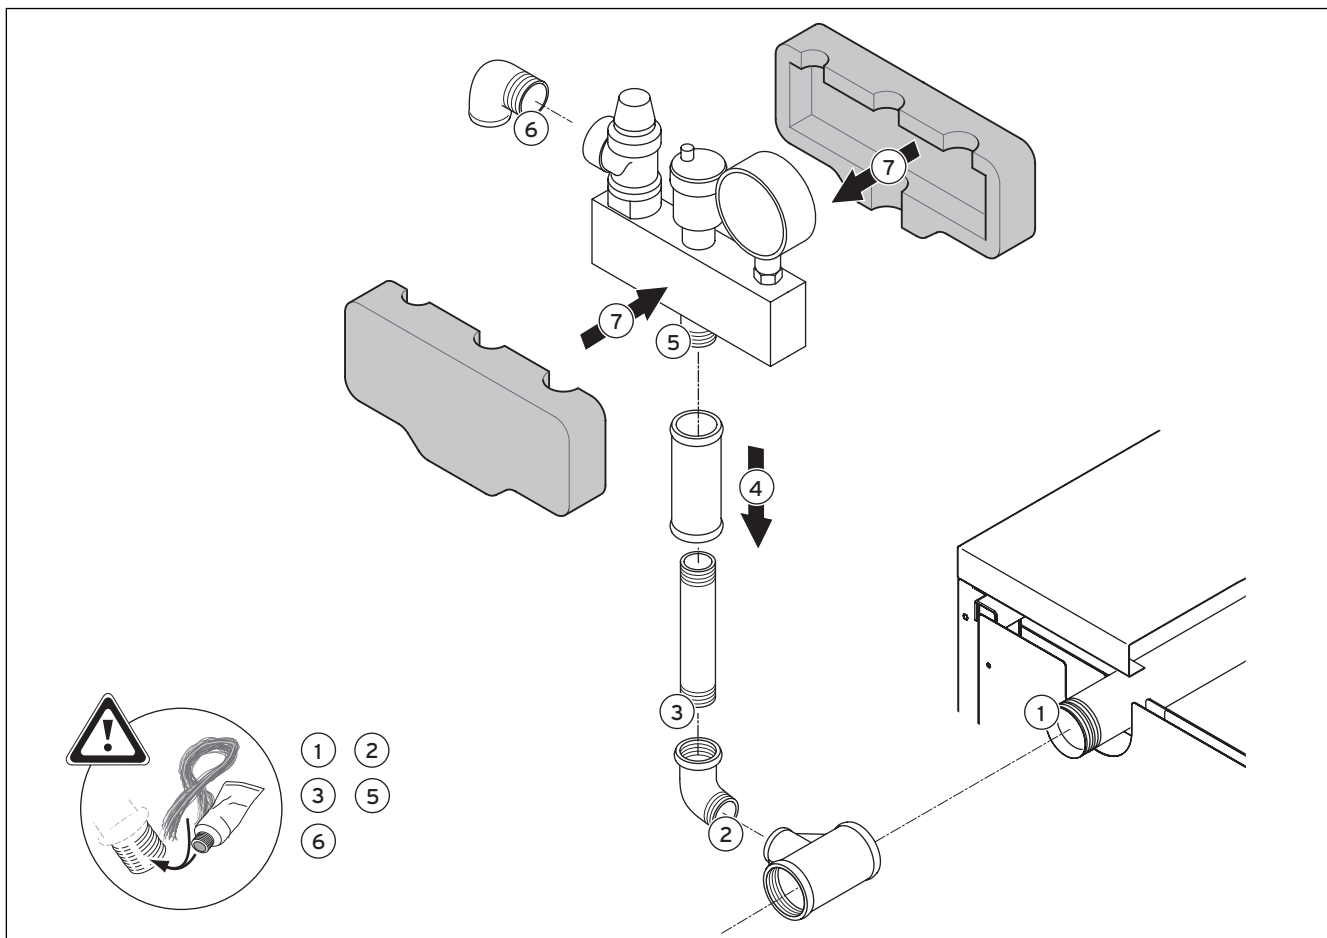

Bild 4.1 Montering av säkerhetsgrupp
- Montera säkerhetsgruppen för pannan som visas på bild 4.1.